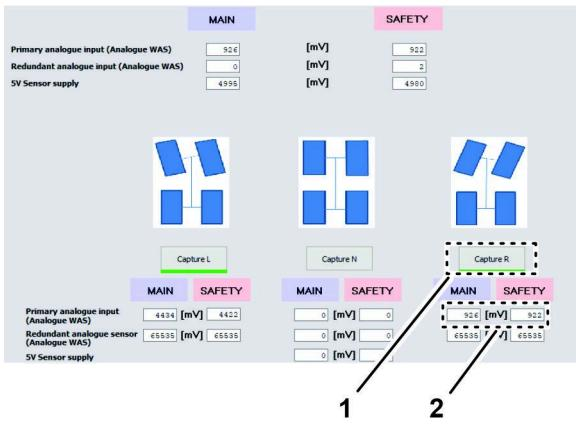

図 149
6. キャプチャーRアイコンをクリックします(図 149)。